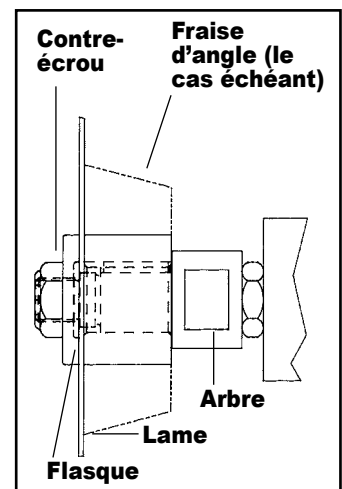

FIG. 3
- b. Abre long (découpe et biseautage de PVC) Installer la fraise d'angle (petit bord orienté vers le moteur) ou l'entretoise d'arbre (pour la découpe uniquement) sur la clavette sur l'arbre. Installer la lame sur l'épaulement d'arbre de $\frac{5}{8}$ de diamètre (Fig. 3). Installer le collet, face allégée tournée vers la lame et visser le contre-écrou. Tout en maintenant une clé (fournie) sur le le plat de l'arbre de $\frac{7}{8}$, serrer le contre-écrou d'arbre. La lame doit être complètement contre l'épaulement d'arbre et de niveau contre la fraise d'angle ou l'entretoise d'arbre.